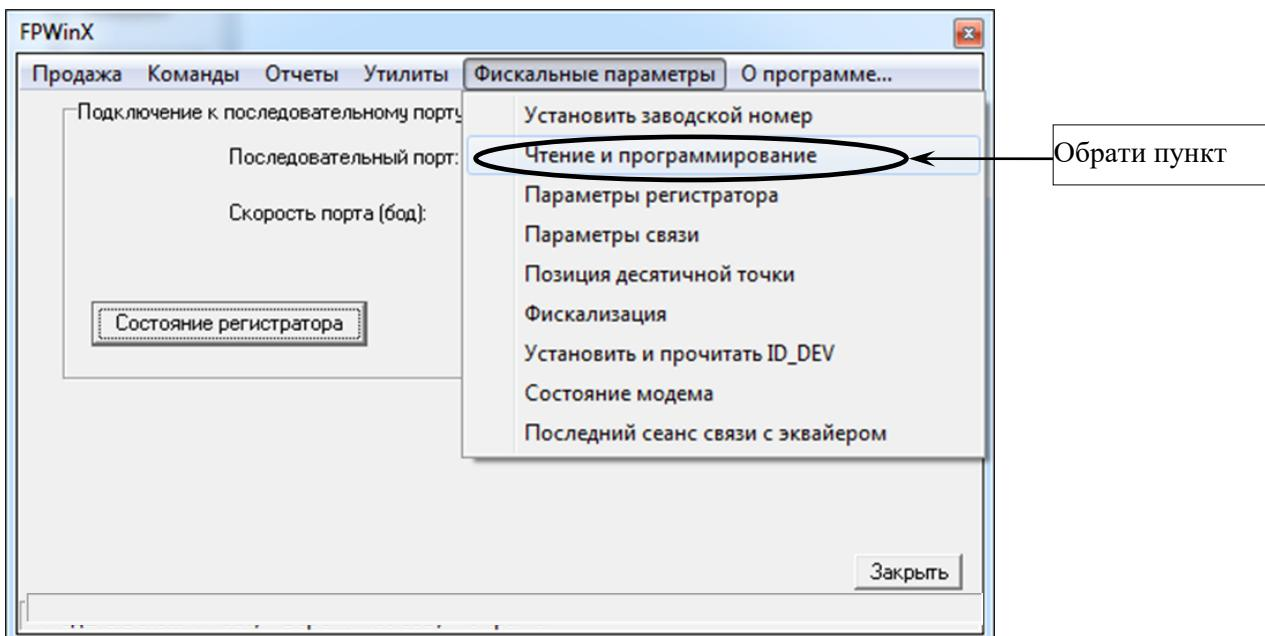

Рисунок 16
В полі «Последовательный порт» обрати СОМ порт, до якого підключено реєстратор (рисунок 16)
В полі «Скорость порта» обрати швидкість підключення (за умовчанням 9600 біт/с) (рисунок 16).
5.4 У вікні програми обрати закладку «Фискальные параметры», далі у випадаючому меню обрати пункт «Чтение и программирование» (рисунок 16).